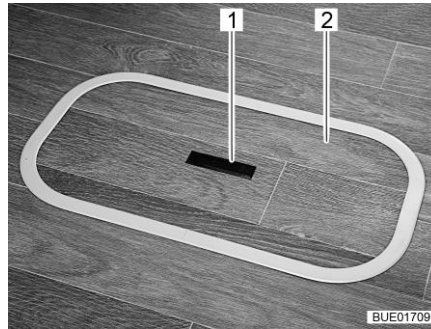
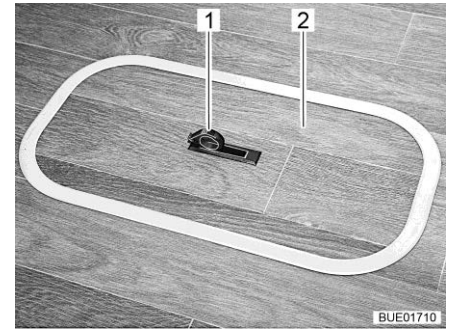

Fig. 71 Cubierta del compartimiento del fondo (tirador hundido)
Fig. 72 Cubierta del compartimiento del fondo (tirador girado hacia fuera)
- Presionar hacia abajo un lado de la placa de agarre (Fig. 71,1). El tirador (Fig. 72,1) girará hacia arriba.
- Quitar la cubierta (Fig. 71,2 ó bien Fig. 72,2) hacia arriba.